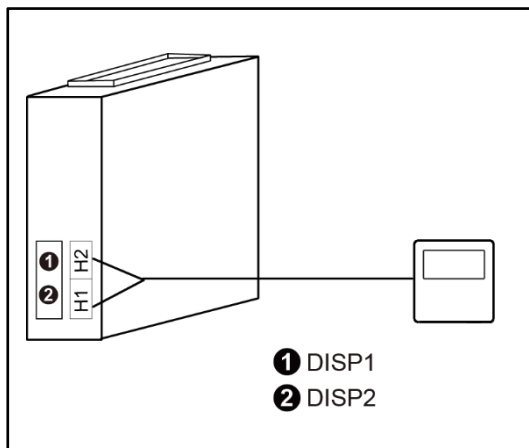

Fig. 5.4.1
- 1) Afb. 5.4.1 toont de installatie van de bedrade controller.